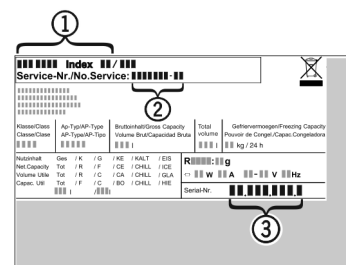

Fig. 11
- ▶ Z typového štítku odčítajte označenie zariadenia *Fig. 11 (1)*, servisné č. *Fig. 11 (2)* a sériové č. *Fig. 11 (3)*. Typový štítok je na ľavej vnútornej strane zariadenia.
- ▶ Upovedomte zákaznícky servis a oznámte chybu, označenie zariadenia *Fig. 11 (1)*, servisné č. *Fig. 11 (2)* a sériové č. *Fig. 11 (3)*.